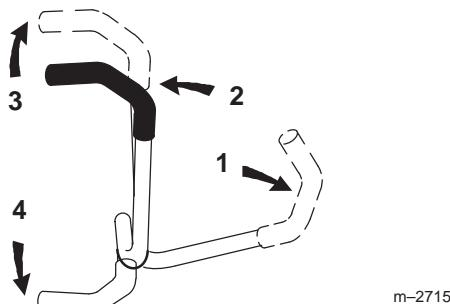

Figure 15
3. Pour vous déplacer en marche avant, poussez doucement les leviers de commande de déplacement vers l'avant (Fig. 15).
Pour vous déplacer en ligne droite, appliquez une pression égale sur les deux leviers de déplacement (Fig. 15).
Pour tourner, rapprochez du point mort le levier de commande correspondant à la direction que vous voulez prendre (Fig. 15).
2. Pour vous déplacer en marche arrière, tirez doucement les leviers en arrière (Fig. 15).
Pour tourner, relâchez le levier de commande correspondant à la direction que vous voulez prendre (Fig. 15).